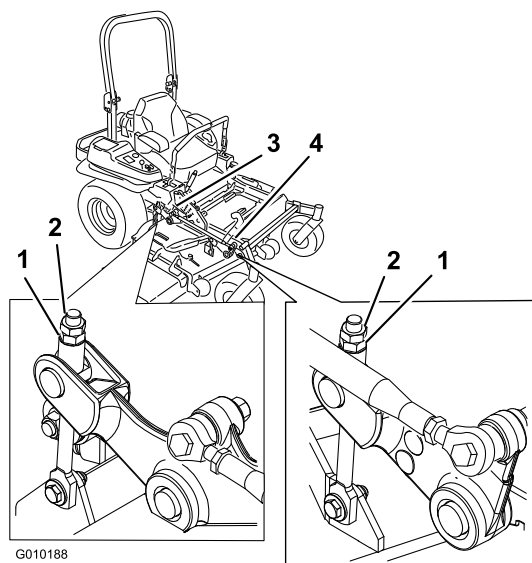

**Figura 84**
9. Su ambo i lati del piatto di taglio, misurate dalla superficie piana all'estremità anteriore della lama (posizione A). La misura deve essere di 7,6 cm (Figura 84).
15. Su ambo i lati del piatto di taglio, misurate dalla superficie piana all'estremità posteriore della lama (posizione B). La misura deve essere di 8,3 cm (Figura 84).